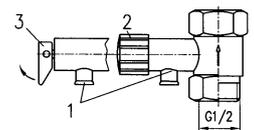

Рис. 4 Предохранительный клапан
- проверить действие предохранительного клапана: повернуть головку клапана /рис.4/ налево, до ощущения перелома, и тогда из отверстия 1 должна потечь вода. После проверки протекания воды вернуть головку клапана в предыдущее положение.
- открыть головку предохранительного клапана (Рис. 4) ;